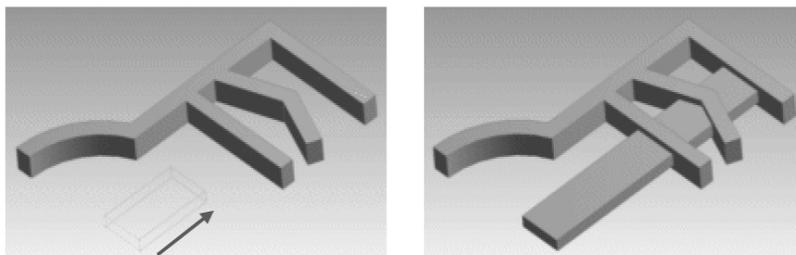

图 2-75 从头到尾类型
- 从头到尾：将剖面延伸到整个模型，在加料操作中延伸轮廓必须完全和模型相交，如图 2-75 所示。